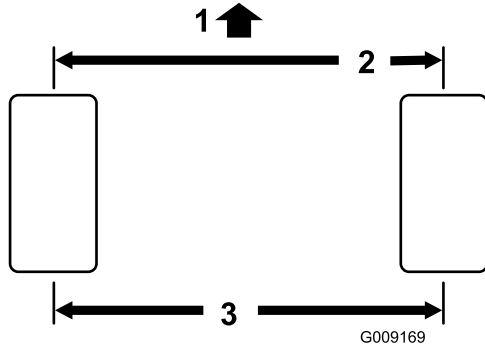

图55
2. 测量前、后转向轮胎中心到中心轮轴高度的距离 (图55)。